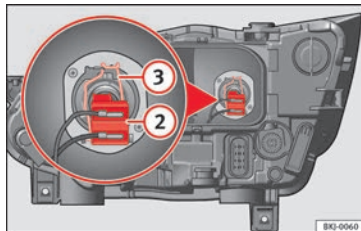

Abb. 112 Im Motorraum: Glühlampe Abblendlicht.
- Ziehen Sie den Stecker von der Lampe **» Abb. 112 2** ab.
- Nehmen Sie die Haltefeder **» Abb. 112 3** durch Eindrücken und Rechtsdrehung ab.